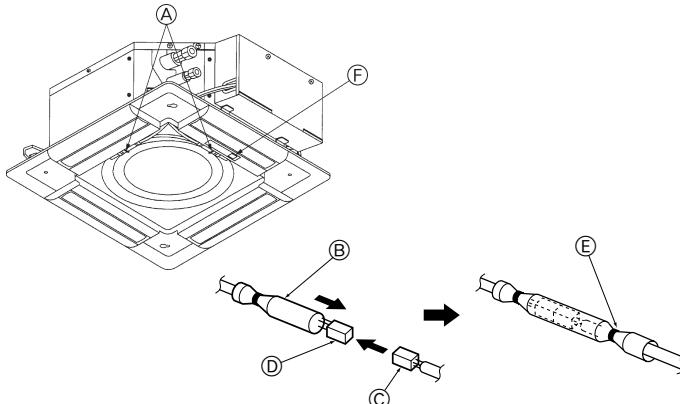

Fig. 8-8
8.3.4. Collegamento elettrico (Fig. 8-8)